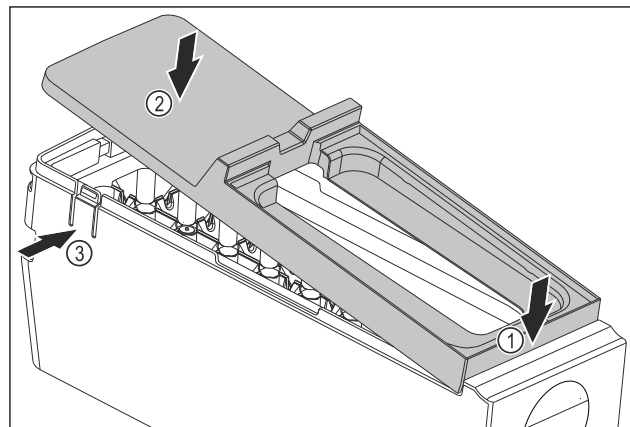

Fig. 147
- ▶ Montáž krytu korpusu EasyTwist-Ice: Kryt nasadíte vpredu. Fig. 147 (1)
- ▶ Kryt spustíte dozadu. Fig. 147 (2)
- ▶ Kryt počutelné zapadne od oboch strmeňov Fig. 147 (3).